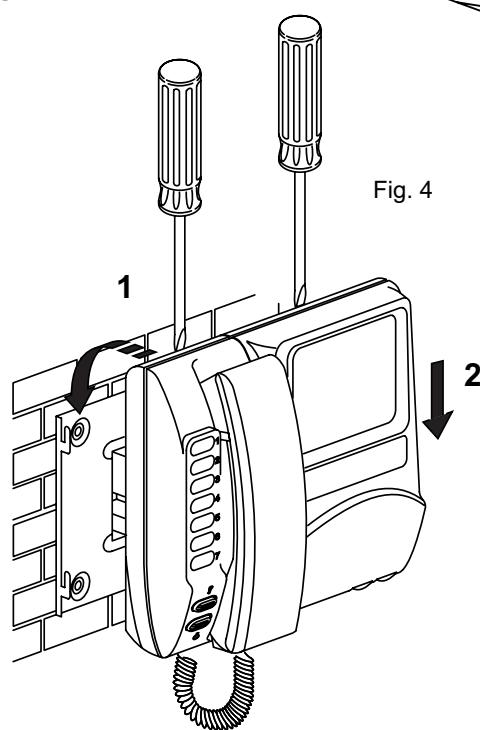

Fig. 4
- Fig. 4- Inserire il monitor appoggiandolo nelle apposite sedi e tirandolo verso il basso fino al completo bloccaggio.
- Fig. 4 - Attach the monitor to the mounting bracket by hanging it over the hooks and pushing it down until it is locked in place.
- Fig.4 - Monter le moniteur sur la plaque en le fixant sur les crochets de suspension et en le tirant vers le bas jusqu'en butée.
- Abb. 4 - Das Unterteil des Haustelefons auf der linken Seite in die entsprechende Aufnahme der Unterputzdose einsetzen und nach unten ziehen, bis es einwandfrei festsetzt.
- Fig. 4 - Insertar el monitor apoyándolo en los asientos apropiados y jalándolo hacia abajo hasta la sujeción completa. Efectuar el conexiónado a los bornes del interfono y de la ficha 732V. Insertar la parte superior del contenedor del interfono enganchándola la parte superior al fondo (Fig. 3A) y presionar la parte inferior (Fig. 3B) hasta oír el click. Para extraer el interfono o el monitor de la plancha de enganche, actuar con un destornillador en el lengüeta de seguridad y extraerlos siguiendo el sentido inverso de las flechas 1-2.
- Fig. 4 - Apoiar o monitor na sua sede e empurrar para baixo até a sua completa fixação.